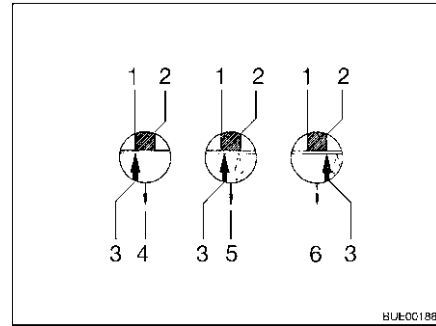

Fig. 142 Guarnizioni di attrito
- Se la freccia sul disco pressione (Fig. 142,3) si trova prima o alla superficie di marcatura (Fig. 142,1), le guarnizioni di attrito sono ancora allo stato nuovo (Fig. 142,4).
- Se la freccia sul disco pressione si trova all'interno della superficie di marcatura (Fig. 142,1 a 2), le guarnizioni di attrito sono leggermente consumate (Fig. 142,5).
- Se la freccia sul disco pressione si trova alla fine della superficie di marcatura (Fig. 142,2) o la supera, le guarnizioni di attrito sono consumate (Fig. 142,6).